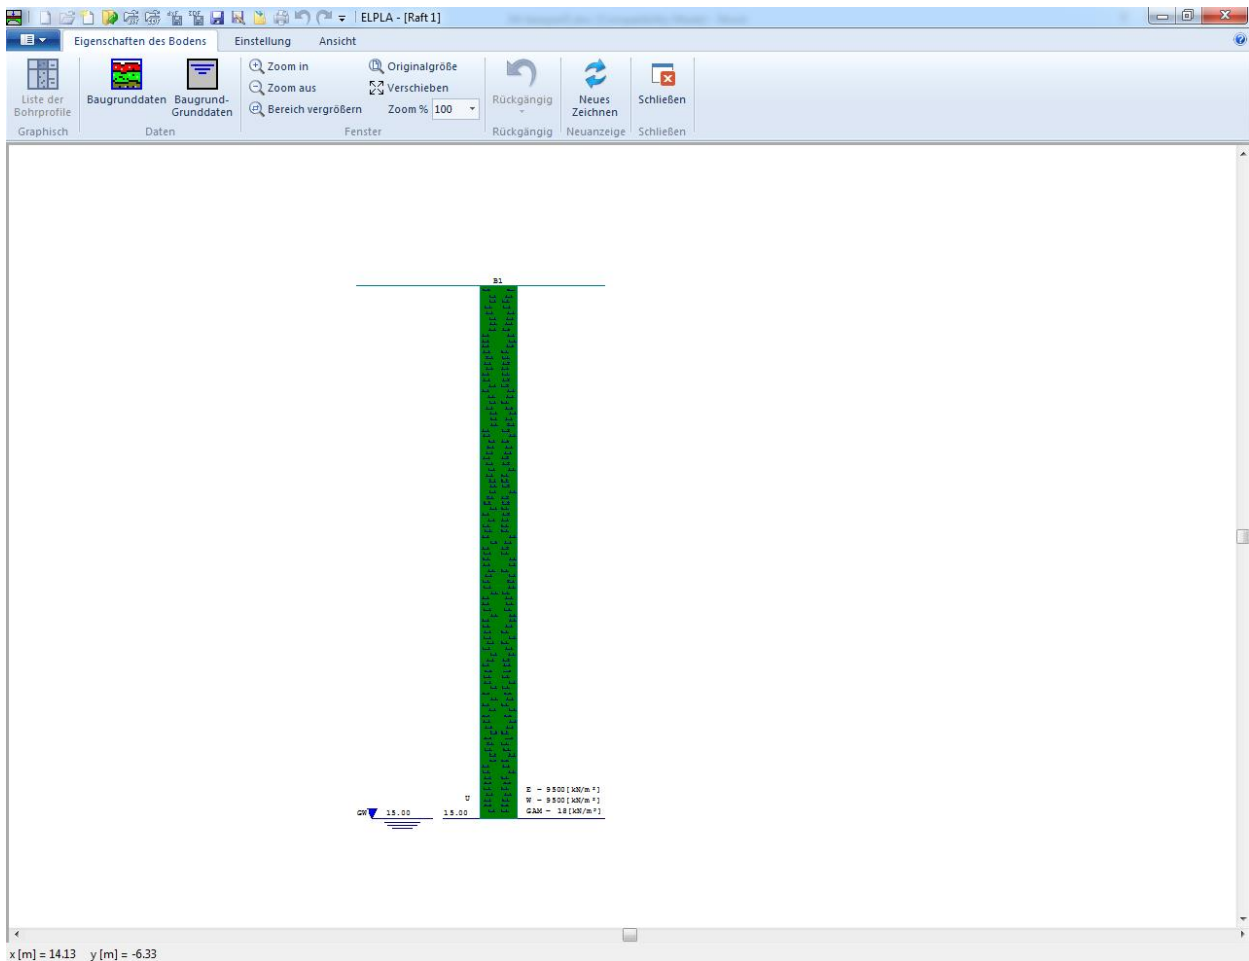

Bild 3.19 Bohrprofil auf dem Bildschirm
Nachdem Sie die Definition aller Baugrunddaten beendet haben, sollte der Bildschirm wie das folgende Bild 3.19 aussehen.
- Wählen Sie "Speichern" aus dem Menü "Datei" im Bild 3.19, um die Baugrunddaten zu speichern
- Wählen Sie "Schließen" aus dem "Datei"-Menü im Bild 3.19, um das Fenster "Eigenschaften des Bodens" zu schließen und zum Hauptfenster des Programms *ELPLA* zurückzukehren